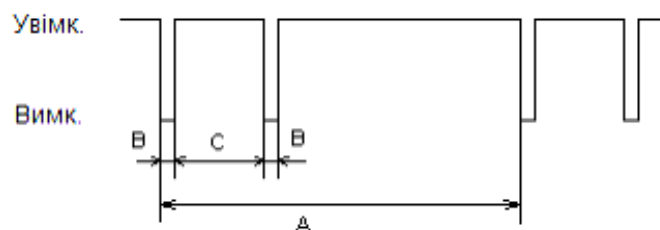

Рисунок 6 – блимання індикатора згасаннями
- блимає подвійними згасаннями з інтервалом $A = 1$ с; $B = 0,1$ с; $C = 0,3$ с (дивись рисунок 6).